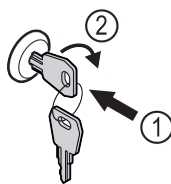

Fig. 146 Représentation à titre d'exemple
- Insérer la clé Fig. 146 (1).
- Tourner la clé à 90° dans le sens horaire Fig. 146 (2).